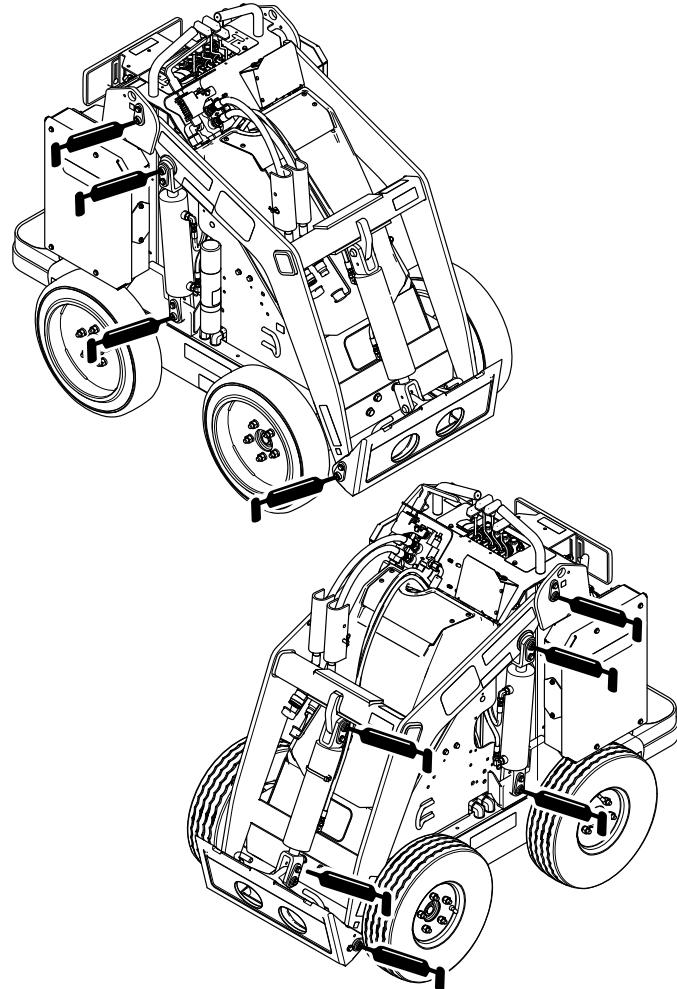
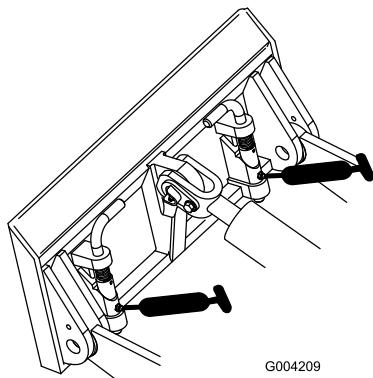

Figura 30
Figura 31
4. Collegate un ingassatore a pressione a ciascun ingassatore (Figura 30 e Figura 31).